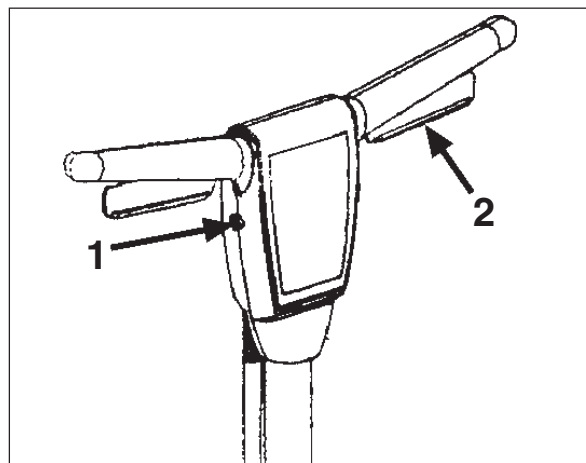

Figura 4
5. Pulse el botón de interbloqueo (1) y aplique presión a las palancas (2). Para detener la máquina, suelte las palancas (2). Consulte la figura 4.
3. Pulse el botón de interbloqueo (1) y aplique presión a las palancas (2). Para detener la máquina, suelte las palancas (2). Consulte la figura 4.